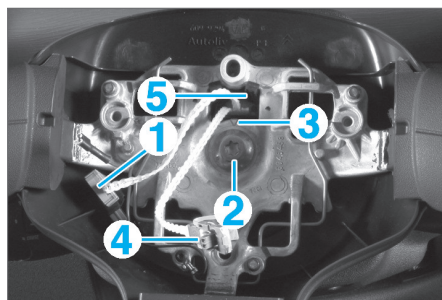

FIG. 1
- Dégager puis débrancher le connecteur en (1) (Fig.1).
- Dévisser la vis (2) du volant (empreinte torx T50) de quelques tours sans la déposer.